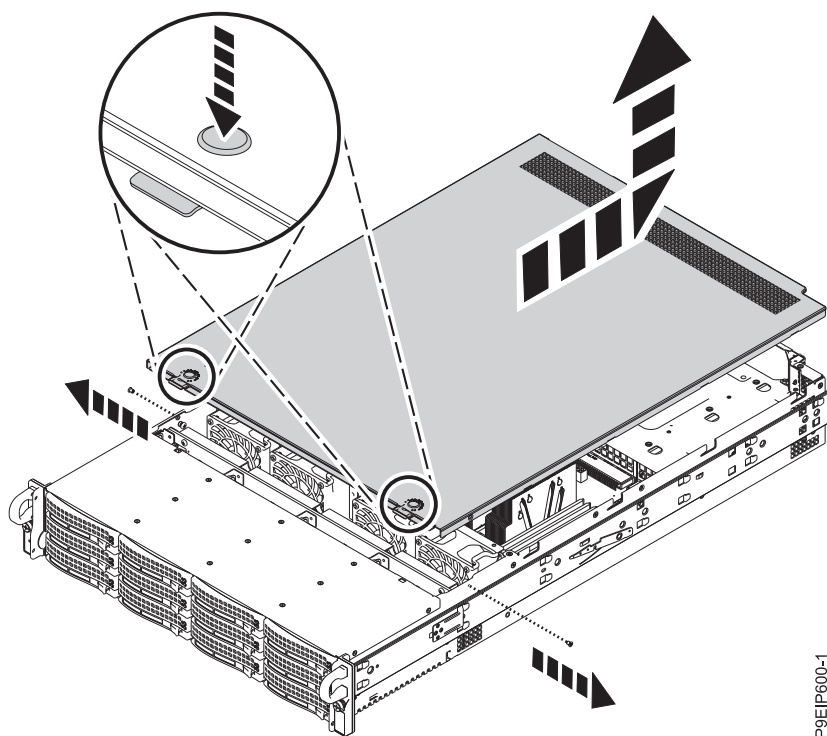

Figure 106. Déverrouillage et ouverture du capot
3. Appuyez sur les deux boutons situés sur le dessus du couvercle pour déverrouiller les loquets, comme indiqué dans la figure 106 et poussez le capot d'environ 0,5 pouces (1 cm) jusqu'à la butée. Si vous ne parvenez pas à appuyer sur les boutons, ôtez partiellement les unités se trouvant sous les boutons.